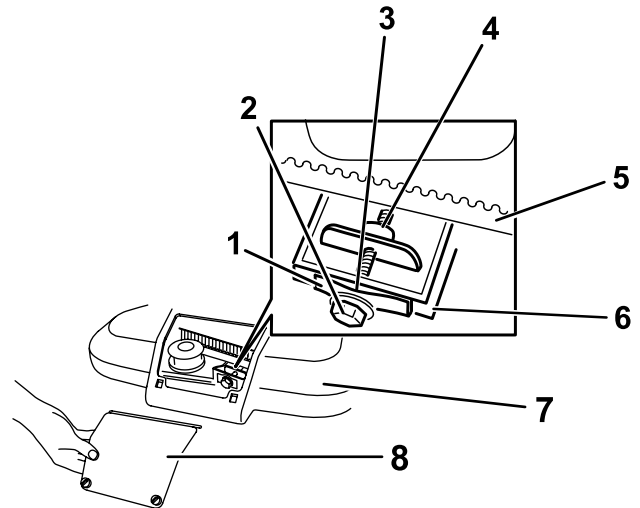

Bild 32
1. Lösen Sie die beiden Vierteldrehschrauben an der Zugangsplatte für die Riemenabdeckung und nehmen Sie die Platte ab (Bild 32).
Hinweis: Wenn ein sichtbarer Abstand zwischen der Fühlerlehre und der Feder besteht, ziehen Sie die Einstellschraube und Mutter an, bis die Fühlerlehre nur schwer in den Abstand eingeschoben oder herausgezogen werden kann (Bild 32).
7. Lockern Sie die Einstellschraube (Bild 32).